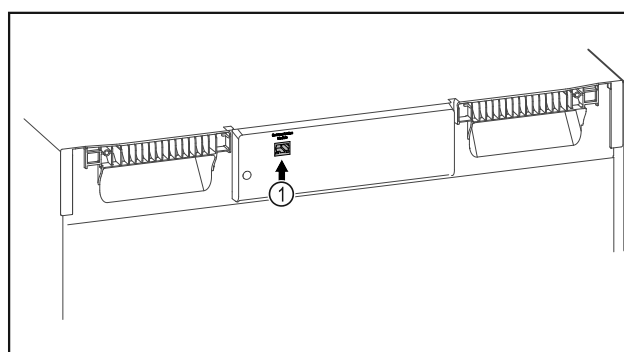

Fig. 123
- ☐ SmartModule Fig. 123 (1) ist eingesetzt.